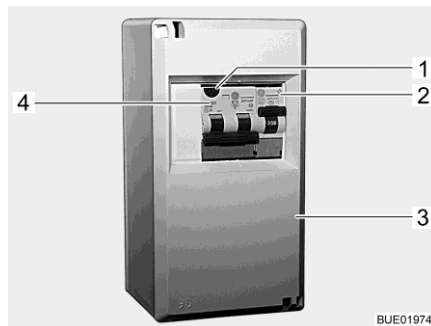

Fig. 200 Scatola dei fusibili a 230 V
Un interruttore di sicurezza per correnti di guasto combinato (Fig. 200,4) nella scatola dei fusibili (Fig. 200,3) protegge l'intero veicolo da correnti di guasto (0,03 A).
Per veicoli con accessori opzionali (p. es. l'impianto di climatizzazione) un ulteriore interruttore di sicurezza (10 A) (Fig. 200,2) protegge l'apparecchio.
■ Se il veicolo è collegato all'alimentazione a 230 V, premere il tasto di controllo (Fig. 200,1). L'interruttore di sicurezza per correnti di guasto deve scattare.